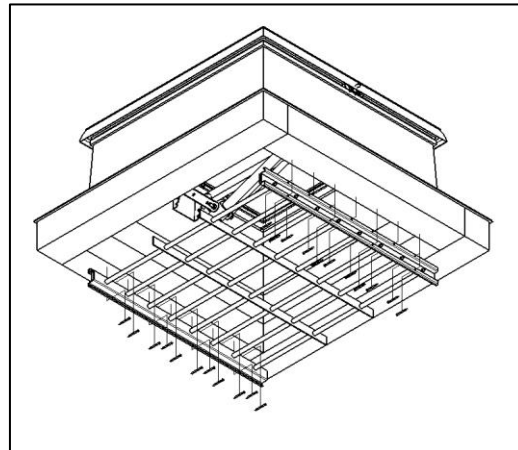

Bild 5
Bei quadratischen Nenngrößen auf die spätere Position des NRW-Beschlages / Öffners achten. Sie müssen parallel zu den Rohren des Gitters verlaufen (**Bild 5+3**).
2. Einbruchgitter an den vorgebohrten Positionen in der Unterkonstruktion befestigen. (**Bild 5**)